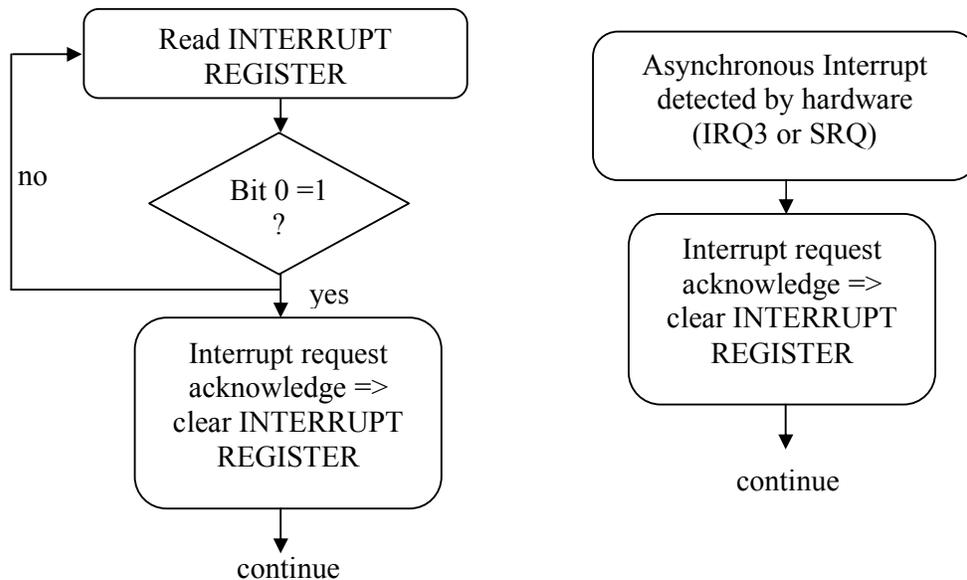

Fig 5 : deux possibilités de détection et de traitement de la requête : scanning du registre d'interruption ou traitement de l'interruption asynchrone.
- Le programme attend alors une requête émise par la carte MATACQ32 lorsque les données sont prêtes à être lues. Pour cela, il existe deux possibilités illustrées par la Fig 5 :